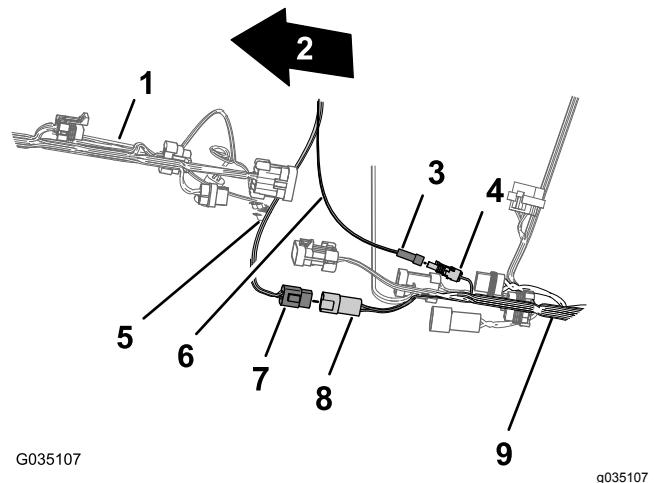

Figura 137
- Collegate il connettore a 4 pin del cablaggio dati per il CAN 2 / programmatore dell'irroratrice al connettore a 4 prese del cablaggio posteriore per il circuito del CAN 2 / programmatore dell'irroratrice (Figura 137).
- Collegate il connettore a 1 pin del cablaggio elettrico al connettore a 1 presa del cablaggio preassemblato posteriore (Figura 137).